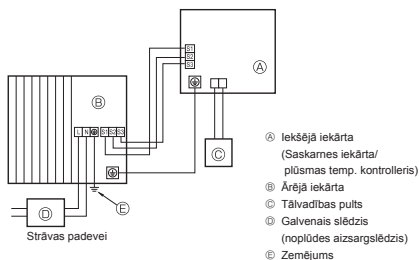
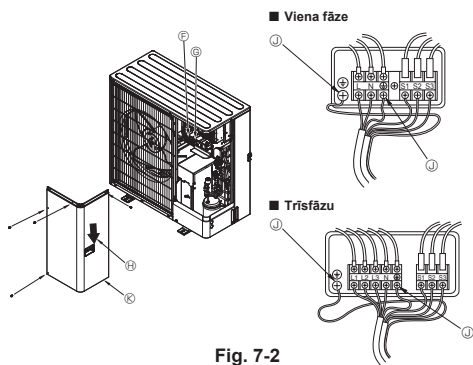

Fig. 7-1
Fig. 7-2
7.1. Ārējā iekārta (Fig. 7-1, Fig. 7-2)
- ① Noņemiet apkopes paneli.
- ② Pievienojiet un izvietojiet kabelus saskaņā ar Fig. 7-1 un Fig. 7-2.